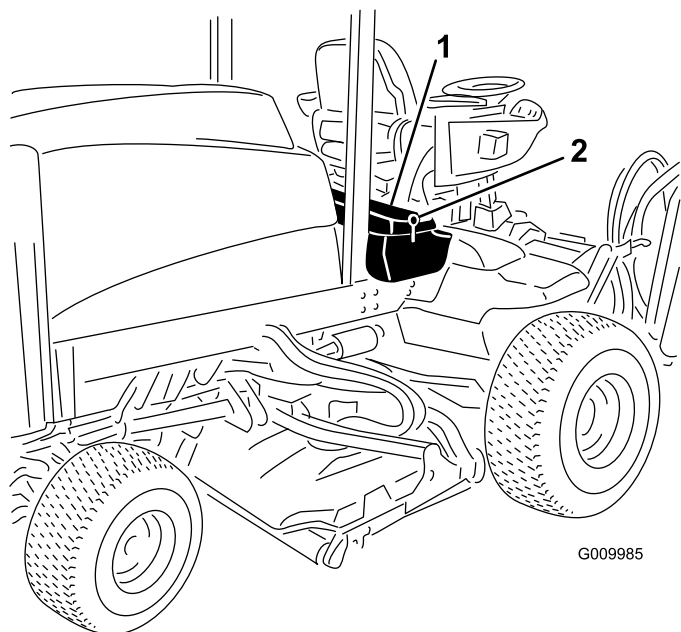
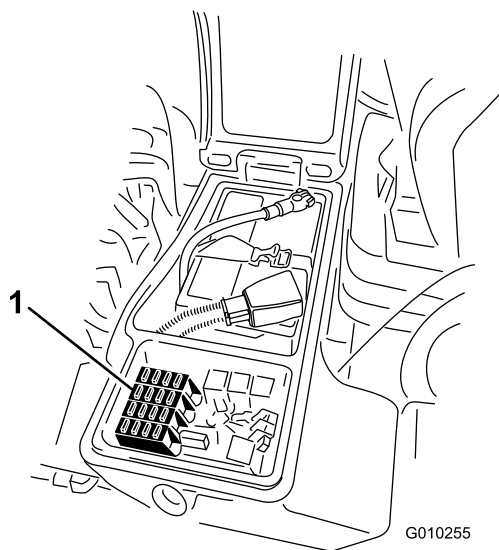

Рисунок 78
Рисунок 79
1. Ослабьте фиксацию защелки крышки правого вещевого отсека и поднимите крышку (Рисунок 78), чтобы получить доступ к блоку предохранителей (Рисунок 79).
2. Замените открытый плавкий предохранитель (предохранители) при необходимости (Рисунок 79).
3. Закройте крышку правого вещевого отсека и зафиксируйте ее защелкой (Рисунок 78).